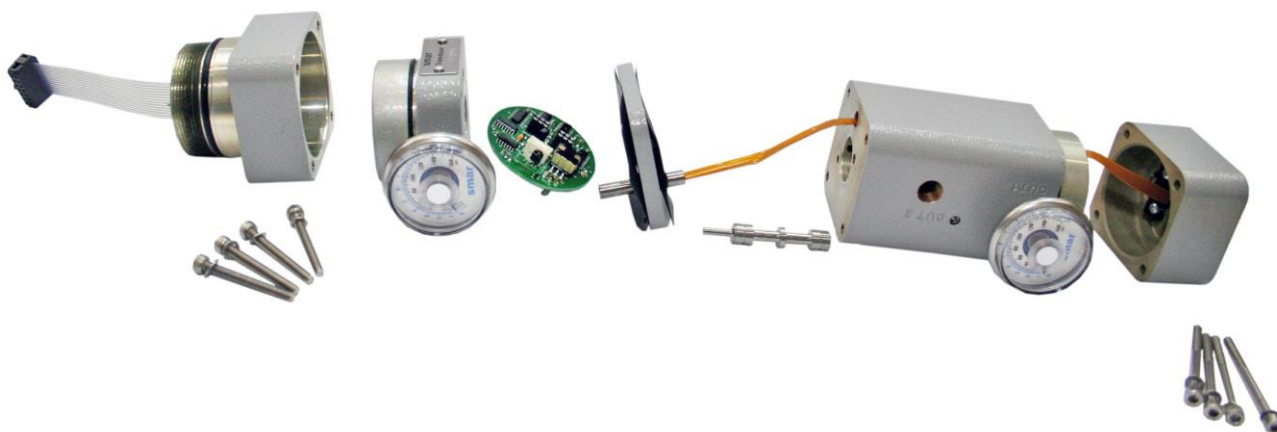

Figura 5.1 – FY301 Desmontado
3. Desmontar o equipamento conforme mostrado na Figura 5.1.